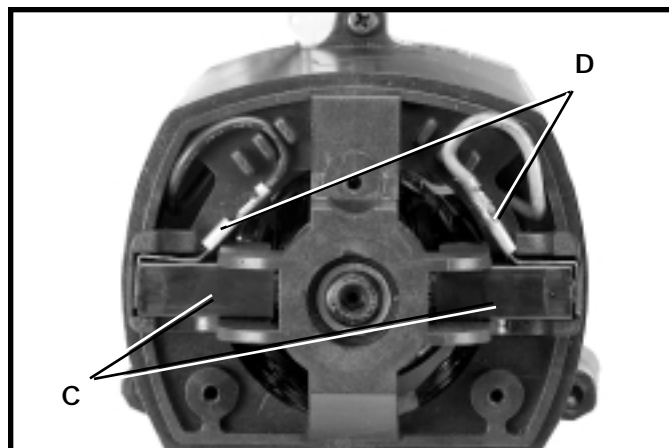

Fig. 47
3. Les balais sont situés dans les deux porte-balais (C) fig. 47. Enlevez les cosses (D) et retirez les porte-balais (C).